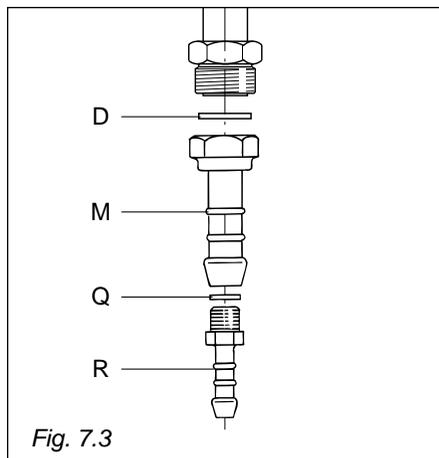
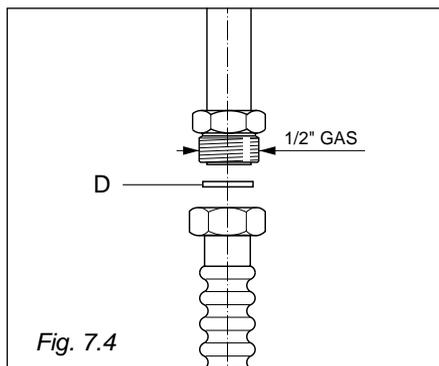

Fig. 7.3
Fig. 7.4
Il gruppo di raccordo (fig. 7.3) si compone di:
- Montare il raccordo portagomma “M” interponendo la guarnizione di tenuta “D” (fig. 7.3).
- Montare la riduzione “R” con interposta la guarnizione “Q” (fig. 7.3).
Per effettuare il collegamento gas è necessario togliere il portagomma "M" (fig. 7.3) ed avvitare direttamente sulla rampa il terminale del tubo metallico interponendo la guarnizione "D" (fig. 7.4).
La guarnizione D e Q (fig. 7.3) sono gli elementi che garantiscono la tenuta della connessione raccordo-rampa.